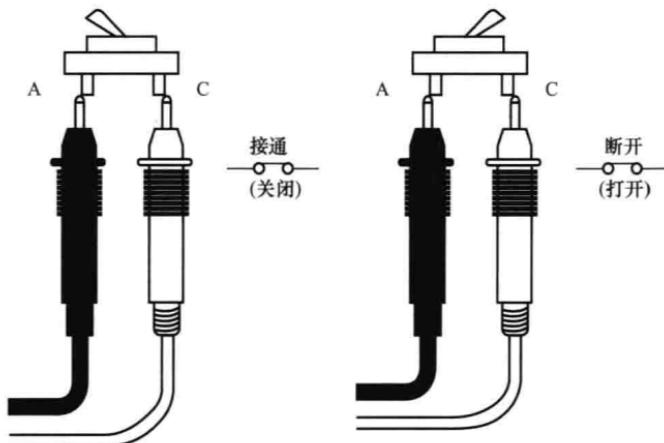

图 1-28 检测带开关电位器开关的好坏
(1) 先旋动电位器轴柄，检查开关是否灵活，接通、断开时是否有清脆的喀哒声。
(2) 再将万用表置于电阻挡的 $R \times 1$ 挡，两表笔分别接开关的两个外接焊片 A、C，旋转电位器旋柄使开关交替地“接通”与“断开”，如图 1-28 所示，观察指针指示，开关“接通”时指针应指向电阻刻度尺最右边 0Ω ，万用表读数应为零。开关“断开”时指针应指向电阻刻度尺最左边 ∞ ，万用表读数应为无穷大。